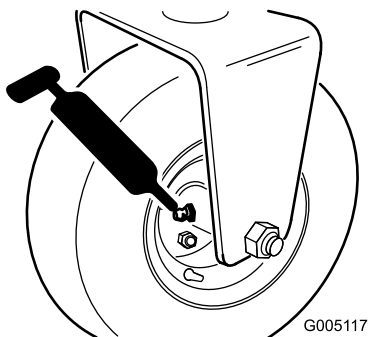

Figura 29
- Conjunto del buje del rodillo trasero, o si está equipado con un kit de tracción a 3 ruedas, los embragues de rodillo de las ruedas traseras y el cojinete de bolas externo (1) (Figura 29).